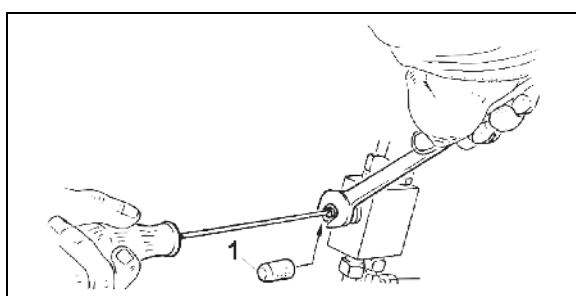

Рис. 104
1. Снимите защитный колпачок (Рис. 104/1)